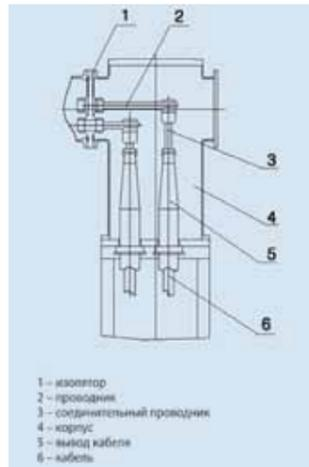

Рис. 3.14 Конструкция кабельной муфты
3.8.2 Концевая кабельная муфта (см. рис. 3.14, 3.15).